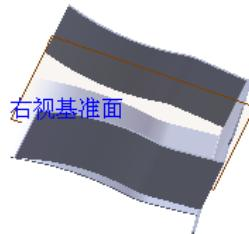

图 10.5.15 镜像 1
Step6. 创建如图 10.5.15 所示的镜像 1。选择下拉菜单 **插入(I)** → **阵列/镜像(E)** → **镜向(M)…** 命令，系统弹出“镜像”对话框；选取右视基准面作为镜像基准面；选择斜接法兰 2 作为镜像 1 的对象；单击  按钮，完成镜像 1 的创建。